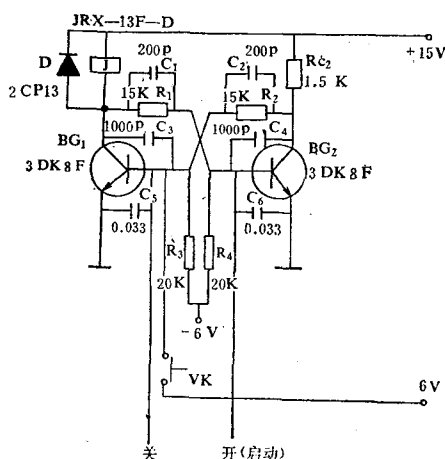

图4 双稳态触发器电路
2. 电路：电路（图4）由BG1和BG2组成双稳态触发器，BG1和BG2的基极各引出一根导线，分别接在时间触点的线柱上。BG1的负载电阻RC1用小型直流电磁继电器的线圈来代替（直流电阻约为1.5KΩ）。继电器的两端并联一个二极管D，它是对BG1起保护作用的。而C3、C4、C5和C6 4个电容则是为防干扰设置的。其余3组双稳态触发器的电路与此相同。为了使仪器有一个准确的工作起始时间，又增设了微动开关VK。当工作开始时，须先按动一下微动开关VK，使双稳态触发器置零。